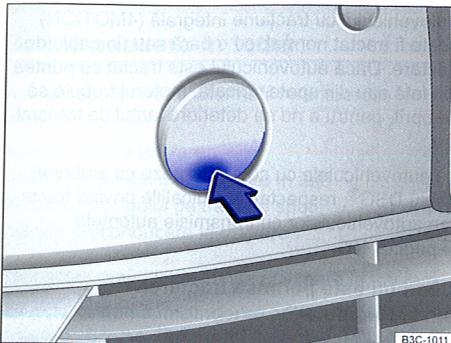

Fig. 255 În bara de protecție dreapta față: demontrarea capacului.
Filetul pentru înșurubarea cârligului de tractare se găsește în partea dreaptă-față, în bara de protecție, în spatele unui capac ⇒ fig. 255.
- Apăsați în partea de jos a capacului ⇒ fig. 255 (săgeata), pentru a desface fixarea capacului.